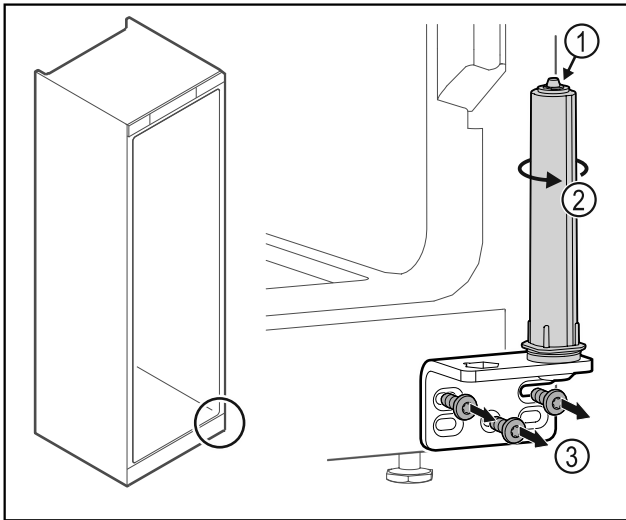

Fig. 27
- Türschließsystem Fig. 27 (1) nicht zerlegen.
- Schließsystem Fig. 27 (2) drehen, bis es klickt.
- Scharnierwinkel abschrauben Fig. 27 (3).